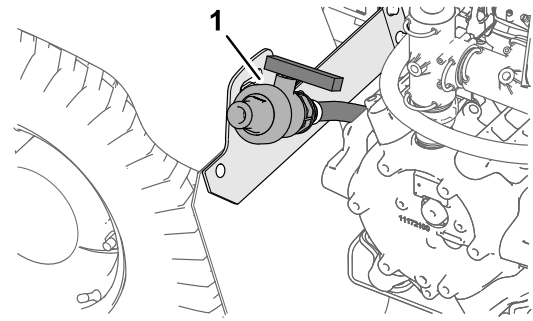

Bild 49
2. Ermitteln Sie das Behälterentleerungsventil am hinteren Kotflügel an der linken Seite der Maschine (Bild 49).